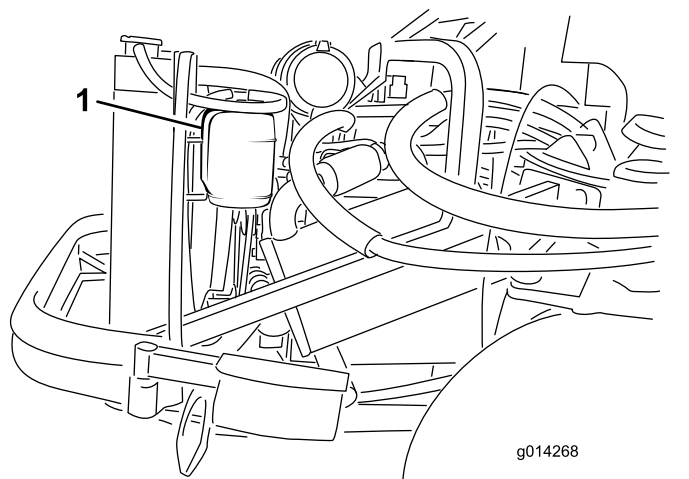

Рисунок 44
1. Проверьте уровень охлаждающей жидкости в расширительном бачке (Рисунок 44). Уровень охлаждающей жидкости должен находиться между отметками, имеющимися на стенке бачка.